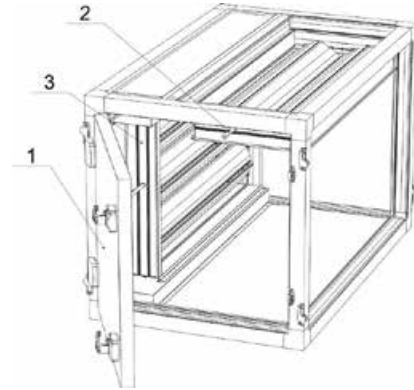

Abbildung 4.7.2
2. Einstufiges Mischteil mit zwei Klappen innen (*Abbildung 4.7.2*).